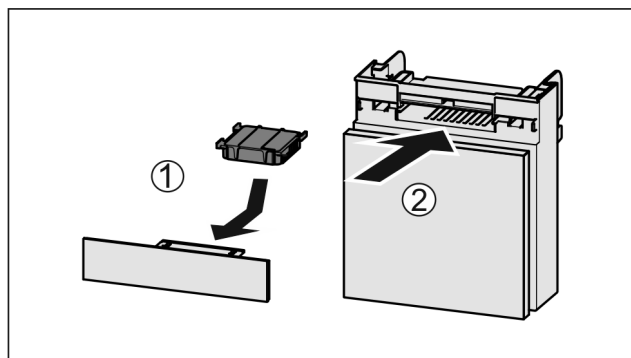

Fig. 35
- ▶ Filtr s aktivním uhlím vložte podle vyobrazení Fig. 35 (1).
- ▷ Filtr s aktivním uhlím zacvakne. Když filtr s aktivním uhlím směřuje dolů: ▶ Zásuvku zasuněte Fig. 35 (2).